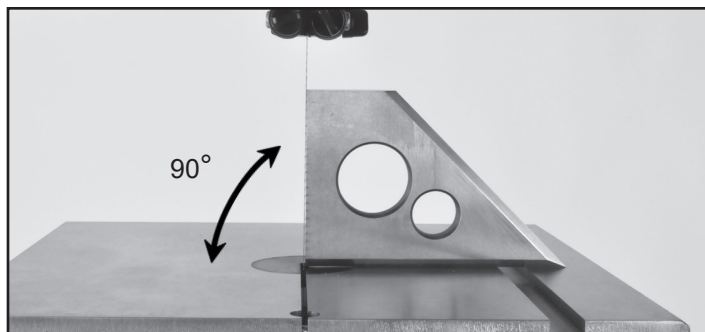

FIGURE 12
**REMARQUE :** Assurez-vous que la table ne soit pas inclinée vers la gauche ou vers la droite au cours de cette opération. À l'aide d'une équerre, la table doit être réglée à 90° par rapport au côté de la lame. FIG. 12.